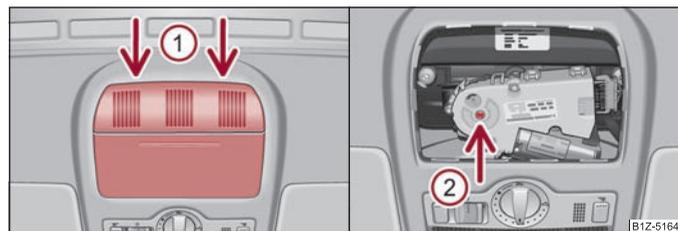

Fig. 36 Découpage dans le revêtement de pavillon: Points d'introduction du tournevis - à gauche/Actionnement de secours - à droite
- Mettez prudemment le côté plat d'un tournevis à l'arrière du cache du moteur électrique, au niveau des flèches **(1)** ⇒ fig. 36.
- Insérez une clé mâle coudée pour vis à six pans creux, Gr. 4, jusqu'à la butée dans l'ouverture **(2)** ⇒ fig. 36 puis fermer et ouvrir le toit ouvrant/relevable.